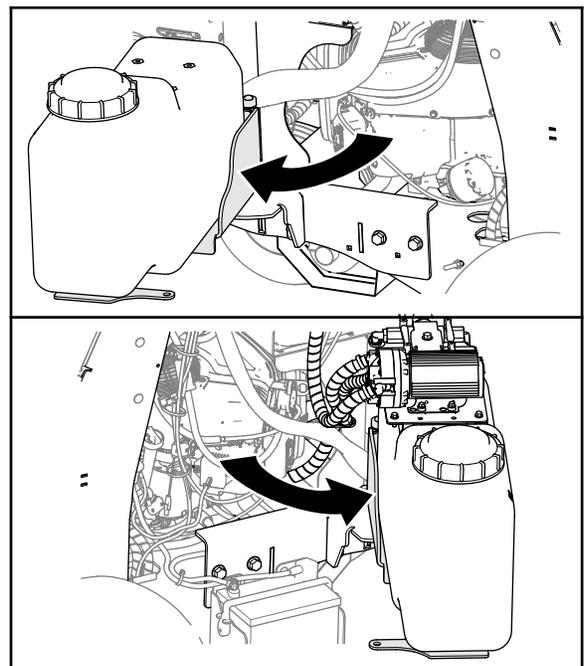

Figure 62
2. Tournez la cuve pour accéder au moteur, comme montré à la Figure 62.